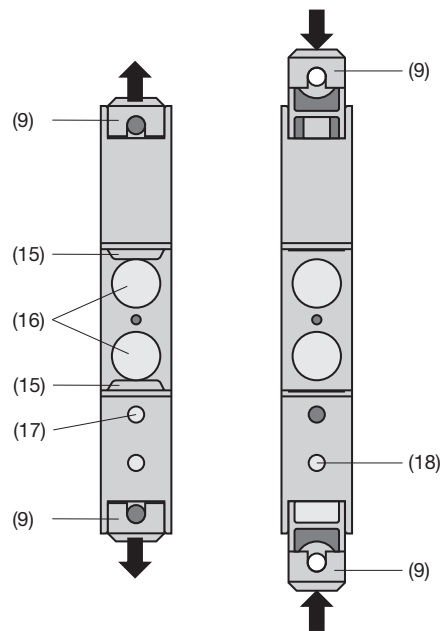

Fig. 8. Fond de l'appareil.
Ensuite tirer en dehors les languettes de fixation (9) en enfonçant en même temps les boutons de verrouillage (17) (Fig. 8 à gauche).
Pour rentrer si nécessaire les languettes de fixation, il faut enfoncer les boutons de verrouillage (18) et en même temps glisser les languettes de fixation (9) dans la base du boîtier (voir Fig. 8 à droite).